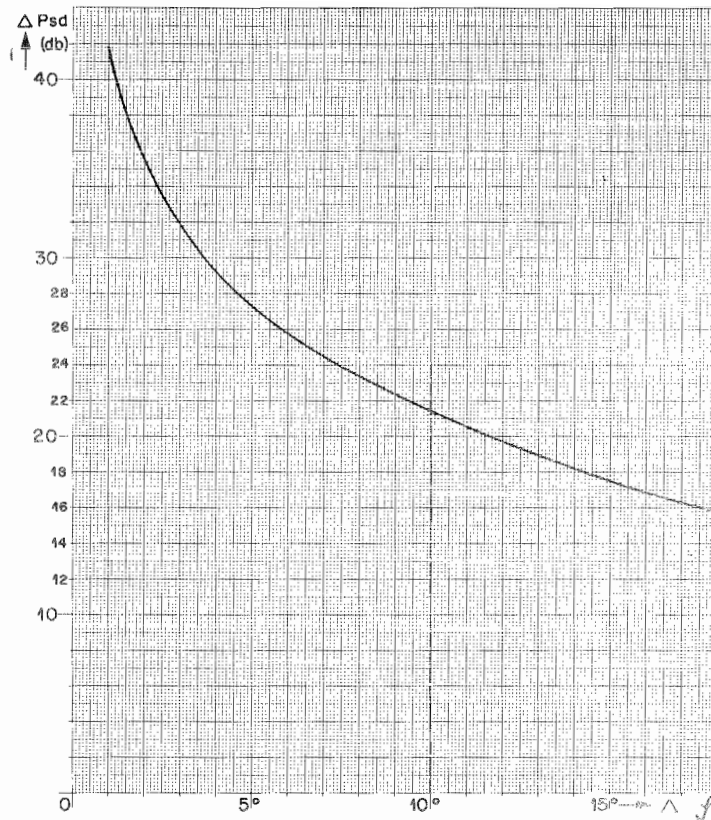

Bild 31
- Um den Phasenwinkel nach Bild 31 zu bestimmen, ist der Unterschied zwischen Summenpegel und Differenzpegel in db erforderlich. Dieser Wert ist einfach zu ermitteln, wenn man sich beim Messen von P_S den db-Wert auf der Skala des Röhrenvoltmeters merkt. Nach anschließendem Umpolen des einen Kanalausganges, kann auf dem RVM der Bereichsschalter soweit zurückgeschaltet werden, bis wieder ein Spannungswert angezeigt wird, wodurch die Spannungsdifferenz direkt in db ablesbar ist.